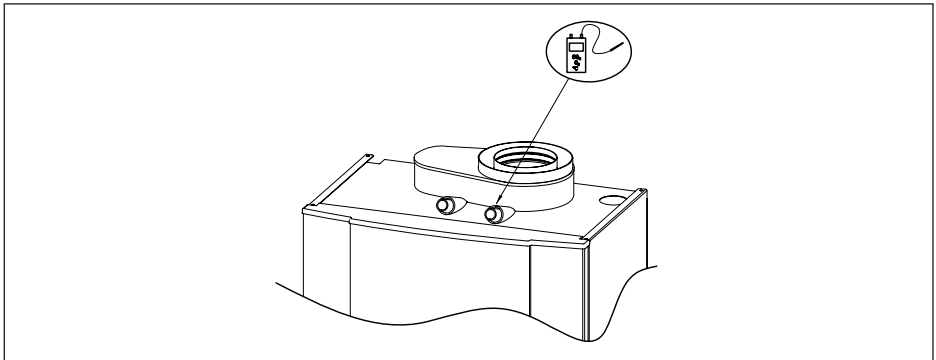

fig. 24 Point de mesure
20. Contrôler le bon fonctionnement du dispositif de réglage du rapport air/gaz en mesurant la teneur en CO₂ (ou en O₂ en raison de l'adjonction de CO₂ dans le gaz naturel dans certaines régions) dans le conduit d'évacuation des gaz brûlés (*point de mesure*, voir fig. 24).